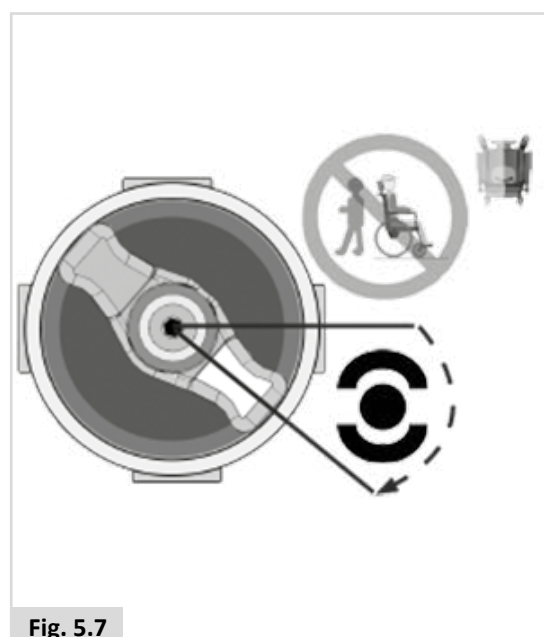
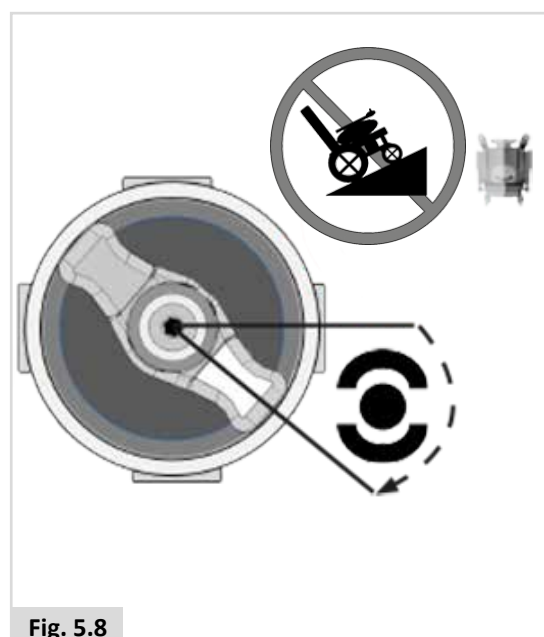

Fig. 5.7
Fig. 5.8
2. Para desengatar os motores. (Fig. 5.7 - Fig. 5.8).